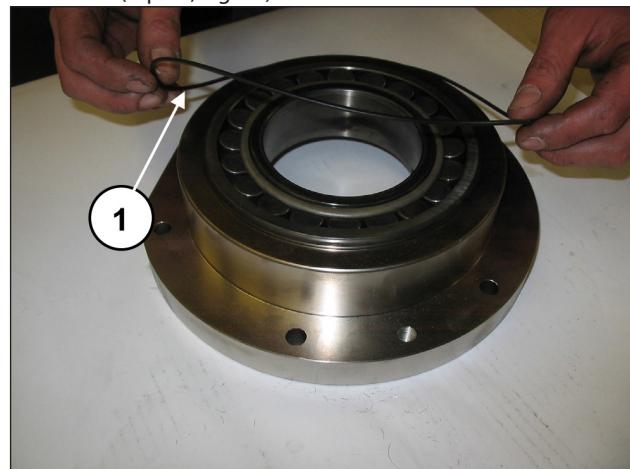

Fig. 71
Appliquer le joint torique à l'extérieur du cache porte-roulement (rep. ①, Fig. 71).